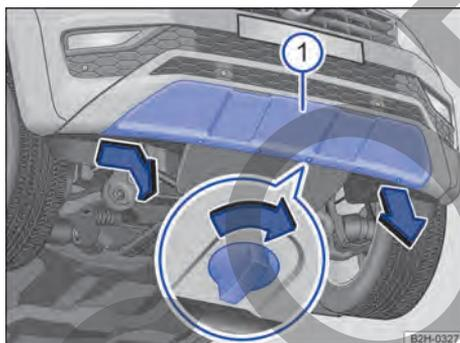

Fig. 172 En el lado derecho del paragolpes delantero: cubierta, variante 2.
1. Gire los tornillos de cierre aprox. 90 grados en el sentido de la flecha → fig. 172.
2. Inclíne la cubierta un poco hacia abajo y extraiga una orejeta aprisionadora del paragolpes, en el lado derecho del vehículo ①.
4. Extraiga las demás orejetas aprisionadora del paragolpes y deposite la cubierta dentro del vehículo de forma segura ①.